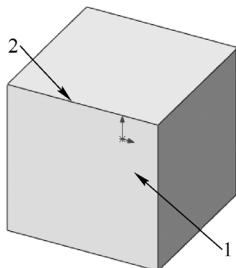
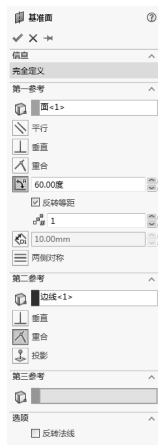

图 4-8 打开的文件实体
图 4-9 “基准面”属性管理器
2) 设置属性管理器。在“第一参考”列表框中，选择图 4-8 所示的面 1。在“第二参考”列表框中，选择图 4-8 所示的边线 2。“基准面”属性管理器设置如图 4-9 所示，夹角为  $60^\circ$ 。